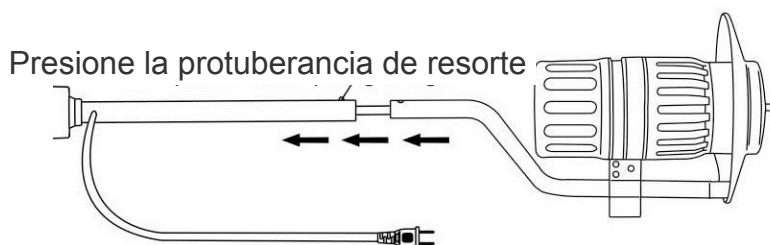

Figura 3
3. Inserte la pieza conectora en el soporte. Alinee el tubo y conecte atornillando la tuerca, tal como lo muestra la figura 3.